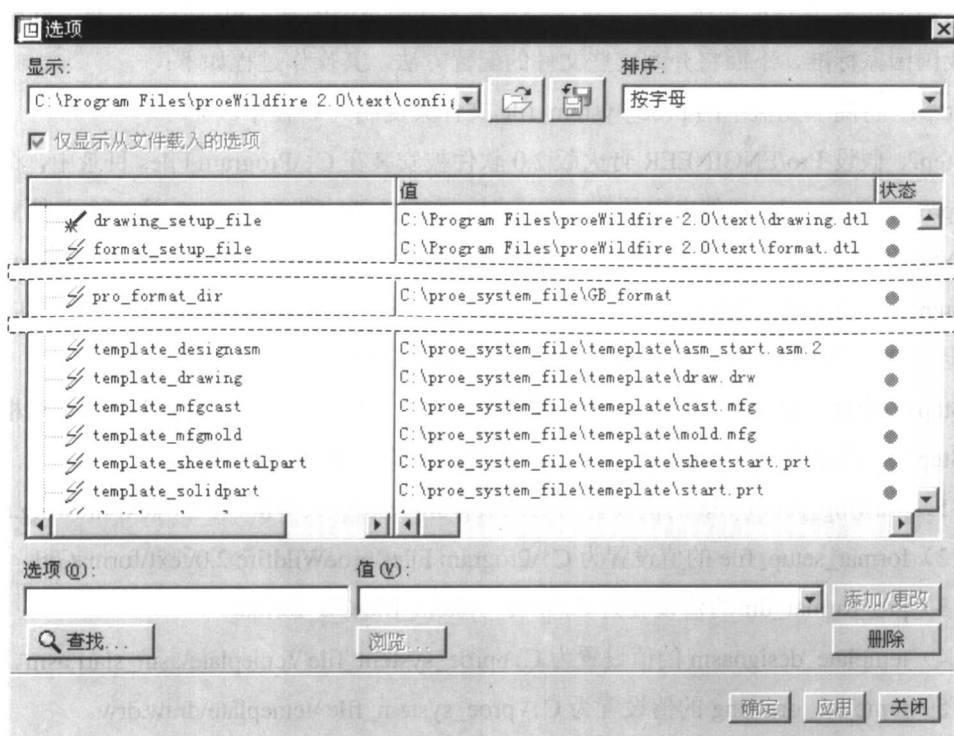

图 1.6.1 “选项”对话框
Step4. 选择下拉菜单 **工具(T)** → **选项(O)** 命令, 系统弹出如图 1.6.1 所示的对话框。
Step5. 设置配置文件 config.pro 中的相关选项的值, 如图 1.6.1 所示。
(1) drawing_setup_file 的值设置为 C:\Program Files\proeWildfire 2.0\text\drawing.dtl。
(2) format_setup_file 的值设置为 C:\Program Files\proeWildfire 2.0\text\format.dtl。
(3) pro_format_dir 的值设置为 C:\proe_system_file\GB_format。
(4) template_designasm 的值设置为 C:\proe_system_file\temeplate\asm_start.asm。
(5) template_drawing 的值设置为 C:\proe_system_file\temeplate\draw.drw。
(6) template_mfgcast 的值设置为 C:\proe_system_file\temeplate\cast.mfg。
(7) template_mfgmold 的值设置为 C:\proe_system_file\temeplate\mold.mfg。
(8) template_sheetmetalpart 的值设置为 C:\proe_system_file\temeplate\sheetstart.prt。
(9) template_solidpart 的值设置为 C:\proe_system_file\temeplate\start.prt。
① 在如图 1.6.1 所示的“选项”对话框中, 先在对话框中部的选项列表中找到并单击选项 drawing_setup_file。